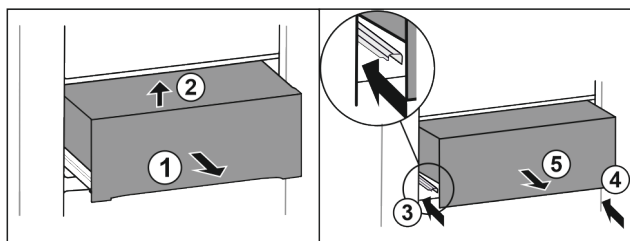

Fig. 28
- ▶ Estrarre il cassetto a metà Fig. 28 (1).
- ▶ Sollevare dal lato anteriore Fig. 28 (2).
- ▶ Inserire la guida a sinistra Fig. 28 (3).
- ▶ Inserire la guida a destra Fig. 28 (4).
- ▶ Rimuove il cassetto tirandolo in avanti Fig. 28 (5).